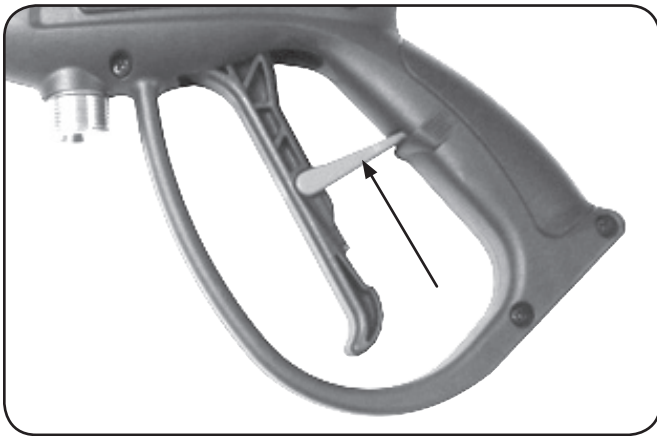

Figure 5-4
**AVERTISSEMENT : risque de blessure par jet.** Verrouiller la détente lorsque le pistolet n'est pas utilisé pour empêcher une pulvérisation accidentelle. Voir Figure 5-4.